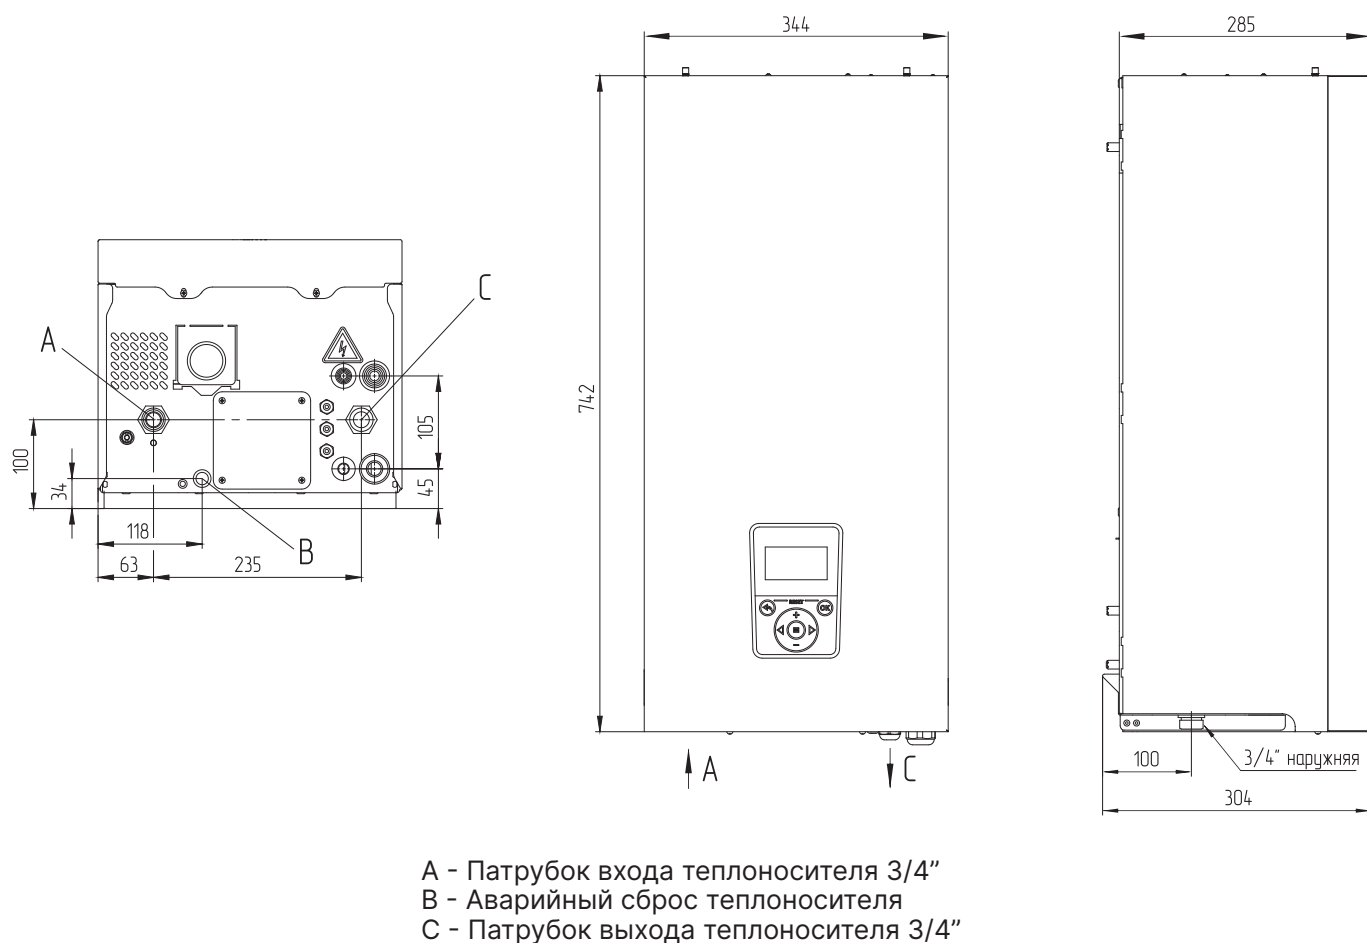

Рис.6 Габаритные размеры ZOTA MK-X Slim 6-24 кВт
- подсоединить котел к системе отопления. Габаритные и присоединительные размеры котлов указаны на **Рис.6**;